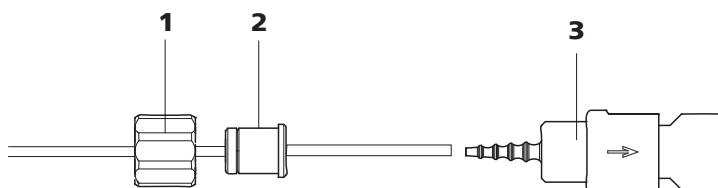

Figura 9 Instalación de una conexión de tubo de bomba con filtro
- **Caso A:** una conexión de tubo de bomba **con filtro** 6.2744.180 (véase Figura 9, página 17) o